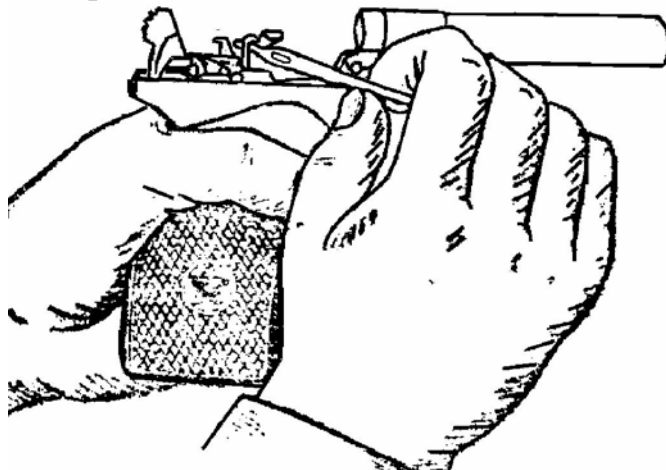
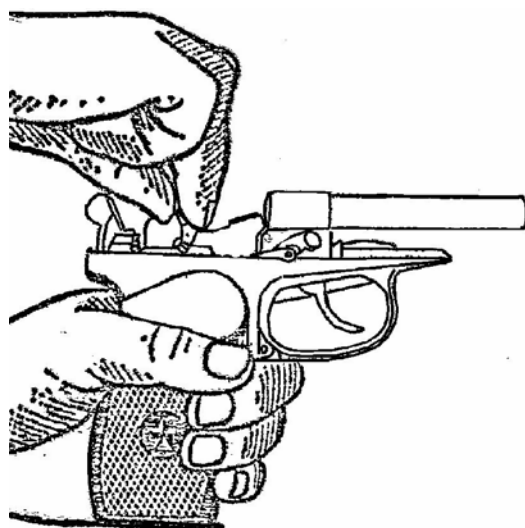

Рис. 6. Снятие крючка пружины шептала с затворной задержки.
Рис. 7. Отделение шептала и затворной задержки от рамки.
1. Отделить шептало и затворную задержку от рамки. Взять пистолет в левую руку; придерживая большим пальцем левой руки головку курка и нажимая указательным пальцем на хвост спускового крючка, плавно спустить курок с боевого взвода (рис.6).
Выступом протирки снять крючок пружины шептала с затворной задержки (рис. 6). Указательным и большим пальцами правой руки повернуть шептало вперед до совпадения лыски на правой цапфе с прорезью цапфенного гнезда в рамке; затем шептало и затворную задержку приподнять вверх и отделить их от рамки (рис. 7).